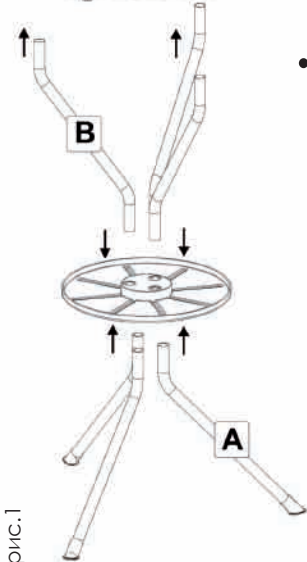

рис.1
- ножки (A) установить в отверстия, находящиеся в нижней части подставки (4)
- ножки (B) установить в соответствующие места в верхней части подставки (4)
- установить корпус (3). Ножки установить в отверстия в нижней части корпуса (рис.1)
- установить емкость для воды (5). Крепежные элементы емкости установить в отверстия в корпусе и нажать сверху
- тщательно установить нагревательный элемент с включателем на корпусе. Нагревательный элемент установить в отверстия в емкости (5), фото 01. Включатель установить в корпусе и прижать
- установить щиток на корпус (3)
- установить решетку (6)